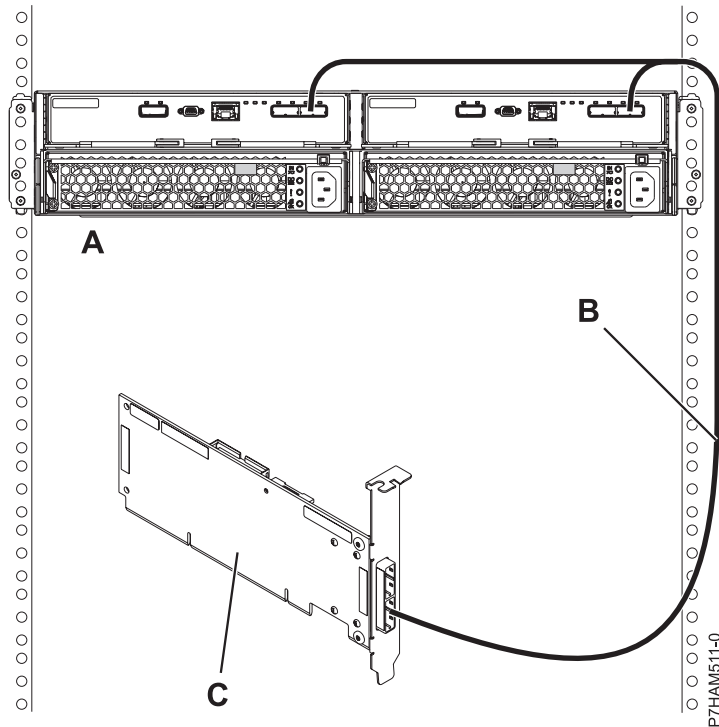

Figure 27. Mode 1 de connexion d'un boîtier d'unité de disque 58/87 via un câble YO à un adaptateur SAS unique
- h. Effectuez la connexion de mode 1 d'un boîtier d'unité de disque 58/87 (A) via un câble YO (B) vers un adaptateur SAS unique (C), comme illustré dans la figure 27, à la page 26.